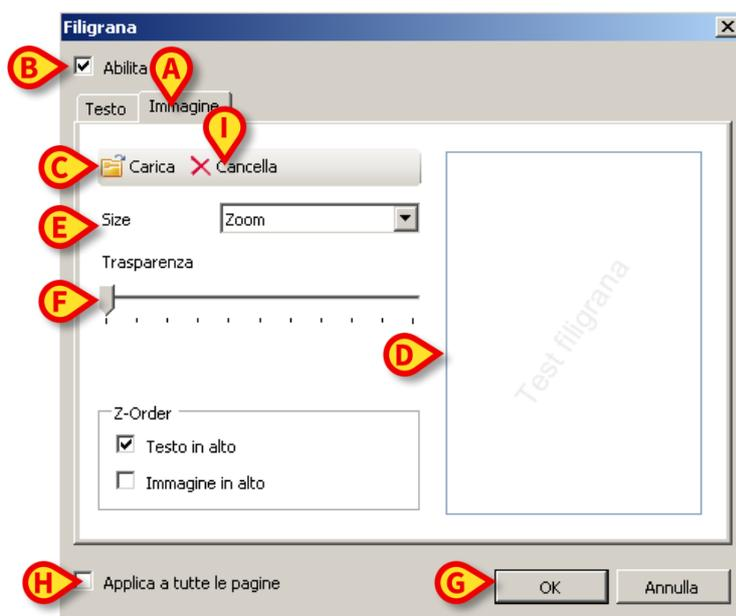

Fig 31
- Cliccare l’etichetta “**Immagine**” indicata in Fig 31 **A**.
Sarà visualizzata la seguente finestra (Fig 31).
- assicurarsi che il checkbox “**Abilita**” sia selezionato (Fig 31 **B**). In caso contrario i contenuti della finestra non possono essere modificati.
- Cliccare il pulsante “**Carica**” indicato in Fig 31 **C**.
L’immagine sarà visualizzata nell’area indicata in Fig 31 **D**.
- Utilizzare il menu a tendina “**Size**” per stabilire la grandezza dell’immagine (Fig 31 **E**).
- Utilizzare il cursore “**Trasparenza**” per stabilire il grado di trasparenza dell’immagine in filigrana (Fig 31 **F** - se il cursore è sulla sinistra la trasparenza è massima).
- Cliccare il pulsante **Ok** (Fig 31 **G**).
Se il checkbox “**Applica a tutte le pagine**” è selezionato (Fig 31 **H**) la filigrana è applicata a tutte le pagine del documento, altrimenti solo alla pagina corrente.
- cliccare il pulsante “**Cancella**” indicato in Fig 31 **I**.